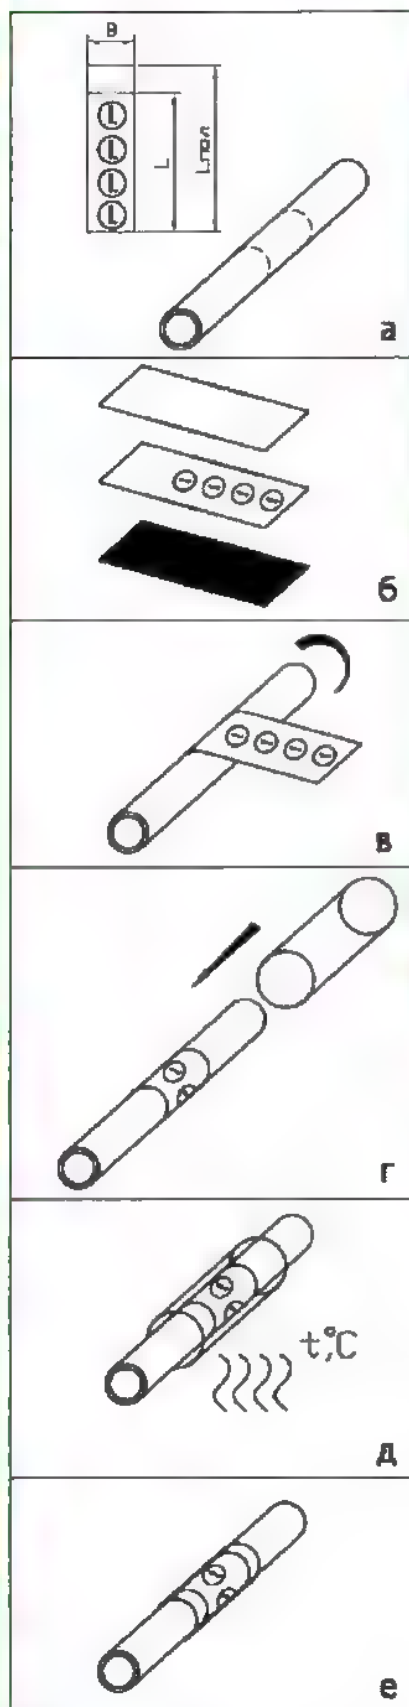
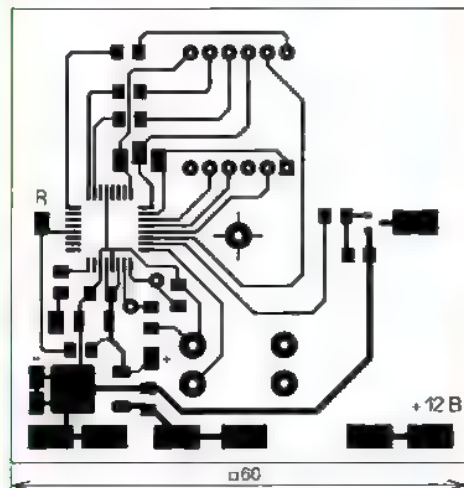
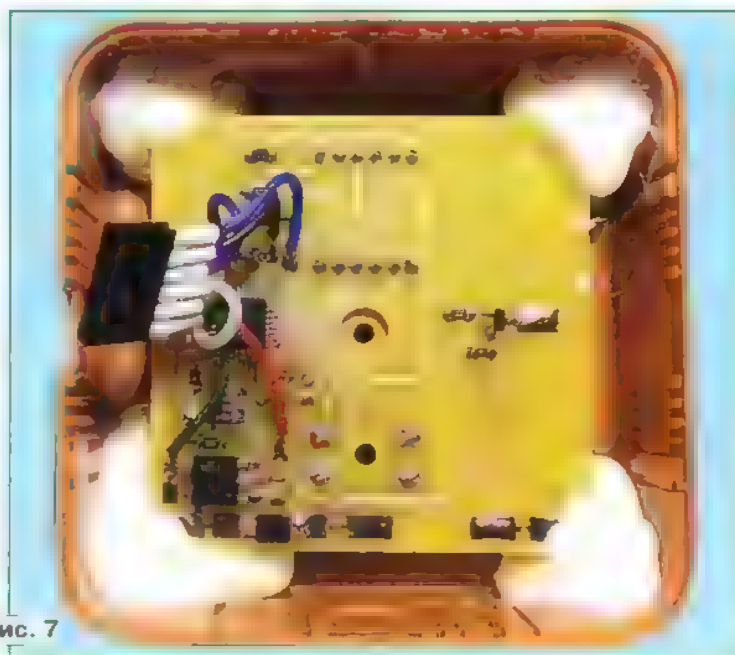

Рис. 2
Рис. 5
Рис. 7
Последовательность выполняемых операций иллюстрируют **рис. 2—рис. 7.**
1. Определяют место нанесения маркировки на изделие, а также длину окружности (при круглом сечении маркируемого изделия) или периметр (при произвольном сечении маркируемого изделия). Размеры бумажной этикетки выбирают исходя из следующих соображений. Её длина L при круглом сечении маркируемого изделия (рис. 2, а и рис. 3) должна быть равна или чуть больше длины его окружности: $L \geq \pi D$, где D —
2. Этикетку ламинируют со стороны изображения прозрачной липкой лентой, а с другой — приклеивают двухстороннюю липкую ленту (рис. 2,б). Ламинирование обеспечивает защиту нанесенного изображения до момента термоусаживания и придаёт прочность и лучшую стойкость к истиранию при повреждении термоусаживаемой трубки или попадания под неё влаги.
3. Снимают защитное покрытие с двухсторонней липкой ленты и приклеивают этикетку на маркируемое изделие, оборачивая её вокруг него (см. рис. 2,в, рис. 4 и рис. 5). Приклеивание начинают со стороны, где отсутствует нанесенная маркировка. При оборачивании необходимо плотно прижимать этикетку к изделию.
4. На этикетку надевают термоусаживаемую трубку подходящего диаметра, длина которой должна быть больше ширины этикетки (см. рис. 2,г и рис. 6).
6. Маркировка готова (см. рис. 2,е и рис. 7).
В качестве корпуса для таймера была выбрана распределительная коробка размерами 80×80 мм. Под такой корпус разработана печатная плата и внесены окончательные изменения в устройство. Чертеж печатной платы таймера на микроконтроллере показан на рис. 5, а расположение элементов — на рис. 6. На стороне печатной платы, противоположной токопроводящим дорожкам, размещены индикатор HG1, кнопка SB1 и кварцевый резонатор ZQ1. Собранная плата (без установленной плавкой вставки) приведена на рис. 7.